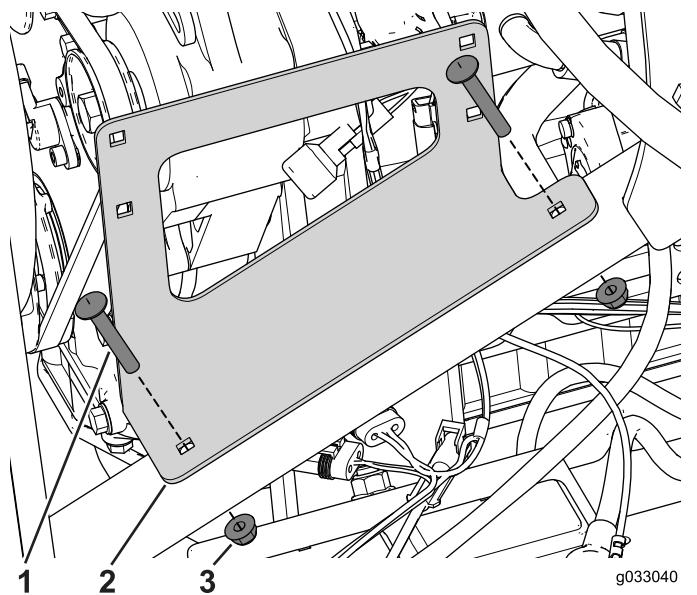

図 15
- ボルト $\frac{3}{8} \times 2"$ 2本とフランジナットを使って、ウォッシャー液タンクをフレーム右側に取り付ける図 15。